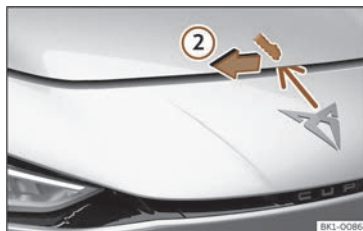

Fig. 184 Levier sous le capot.
- Pour soulever le capot moteur, appuyez vers la gauche avec la paume de la main vers le bas sur le levier situé sous celui-ci, au centre >>> **fig. 184** . Les crochets de fixation sont alors déverrouillés.